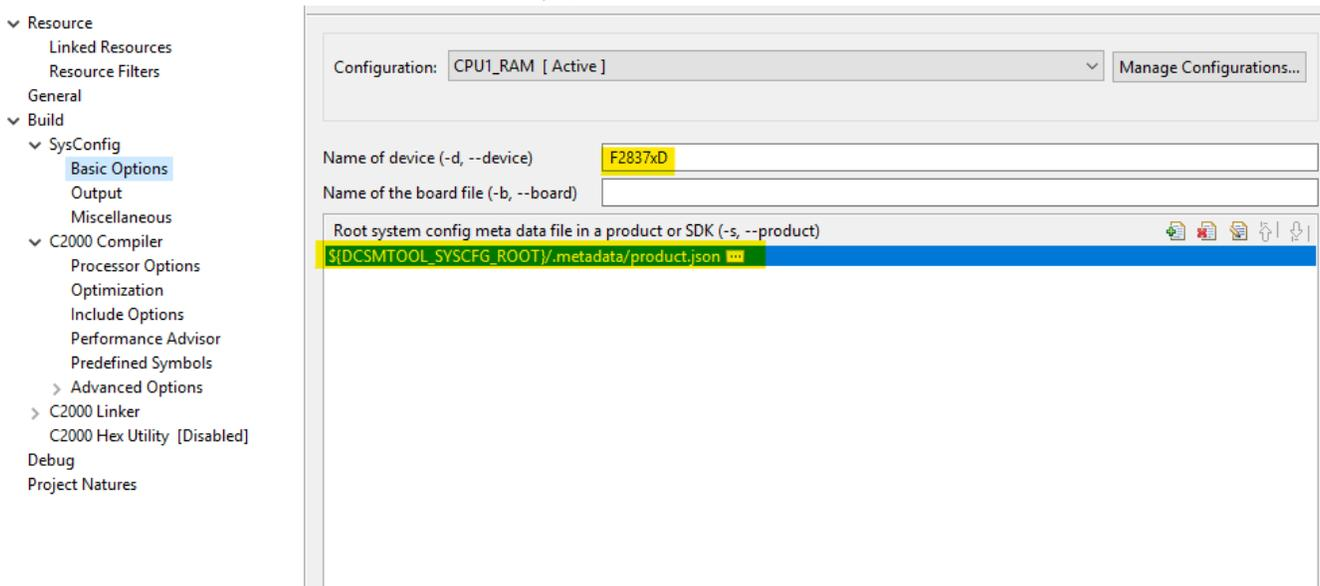

图 6-2. SysConfig SDK 路径
6. 在 **Name of device (-d, --device)**（器件名称 (-d, --器件)）选项中，输入器件名称（**F2838x、F2837xD、F2807x、F2837xS、F28002x、F28004x**），如图 6-2 所示。